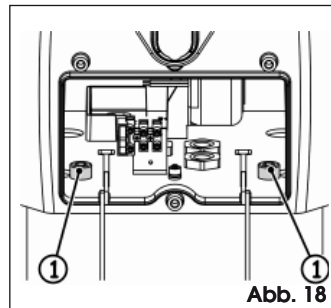

Abb. 18
6. Das mittlere Fach erneut öffnen und die beiden Schrauben anschrauben, Abb. 18 Bez. ①.